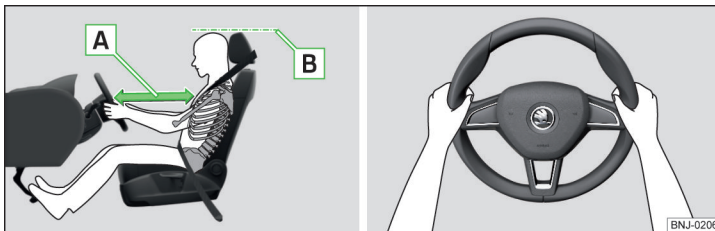

Abb. 2 Richtige Sitzposition des Fahrers / Richtige Lenkradhaltung
- Das Lenkrad so einstellen, dass der Abstand **A** zwischen Lenkrad und Brustbein mindestens 25 cm beträgt » Abb. 2.
- Die Kopfstütze so einstellen, dass die Oberkante der Kopfstütze sich möglichst auf einer Höhe mit dem oberen Teil Ihres Kopfes befindet **B** » Abb. 2 (gilt nicht für Sitze mit integrierter Kopfstütze).
- Während der Fahrt das Lenkrad mit beiden Händen seitlich am äußeren Rand in der „9-Uhr“- und „3-Uhr“-Position festhalten » Abb. 2. Niemals das Lenkrad in der „12-Uhr“-Position oder in einer anderen Art und Weise festhalten (z. B. in der Lenkradmitte, am inneren Lenkradrand u. Ä.). Beim Auslösen des Fahrer-Airbags könnte man sich schwere Verletzungen an Armen, Händen und Kopf zuziehen.
- ✓ Die Kopfstütze so einstellen, dass die Oberkante der Kopfstütze sich möglichst auf einer Höhe mit dem oberen Teil Ihres Kopfes befindet **B** » Abb. 2 auf Seite 9 (gilt nicht für Sitze mit integrierter Kopfstütze).
- ✓ Die Kopfstütze so einstellen, dass die Oberkante der Kopfstütze sich möglichst auf einer Höhe mit dem oberen Teil des Kopfes befindet **[B]** » **Abb. 2 auf Seite 9**.